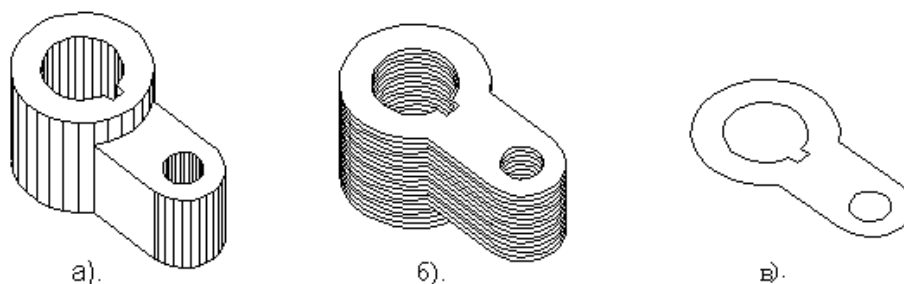

Рис. 2.1. Технология послойного синтеза:
- изготовление сечений детали слой за слоем снизу вверх, до тех пор, пока не будет получен физический прототип модели (рис. 2.1). Слои располагаются снизу вверх, один над другим, физически связываются между собой. Построение прототипа продолжается до тех пор, пока поступают данные о сечениях 3D-модели.